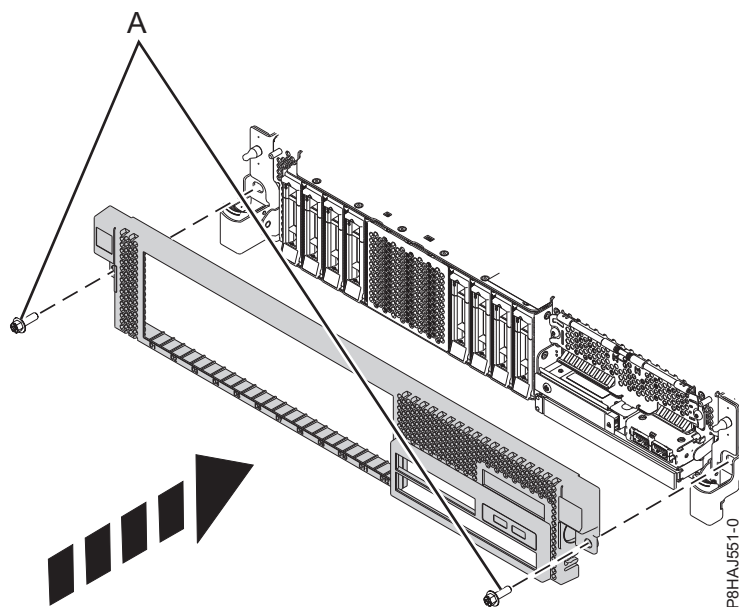

Figura 12. Instalar a tampa anterior
3. Feche os trincos de libertação ao empurrá-la na direcção mostrada em Figura 12 na página 33. A tampa fica encaixada e tem uma indentação que lhe permite segurá-la mais facilmente.
4. Substitua os parafusos de transporte (A).